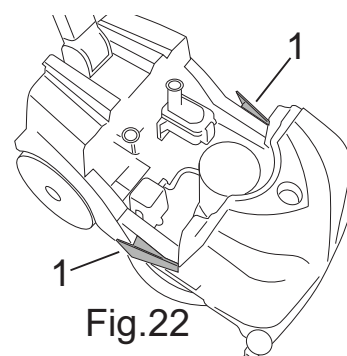

Fig.22
- Tryck på tankarnas två frigöringsspakar (bild 22-ref.1), dra ut återvinningstanken från chassit och lägg den på marken.